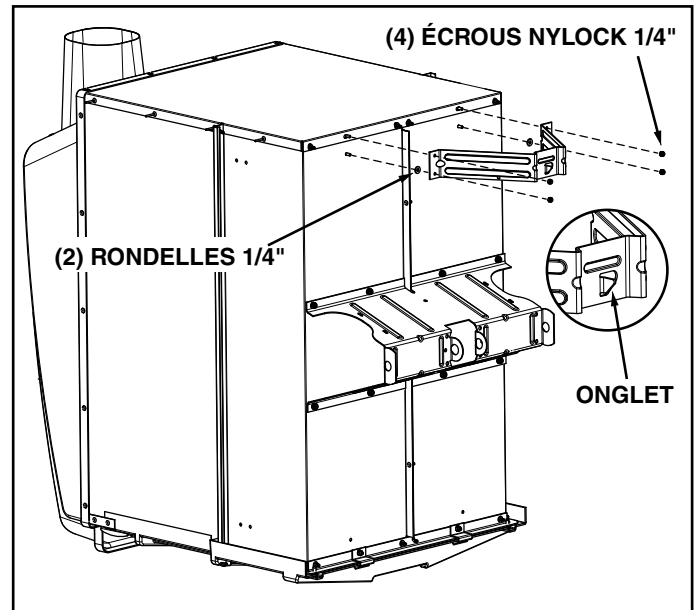

FIGURE 2
3. Fixez le support du loquet (tourné comme indiqué) à l'aide de quatre écrous nylock de 1/4" et de deux rondelles de 1/4". Installez les rondelles comme cales sous le support du loquet, sur les deux goujons arrière. Voir la figure 2.